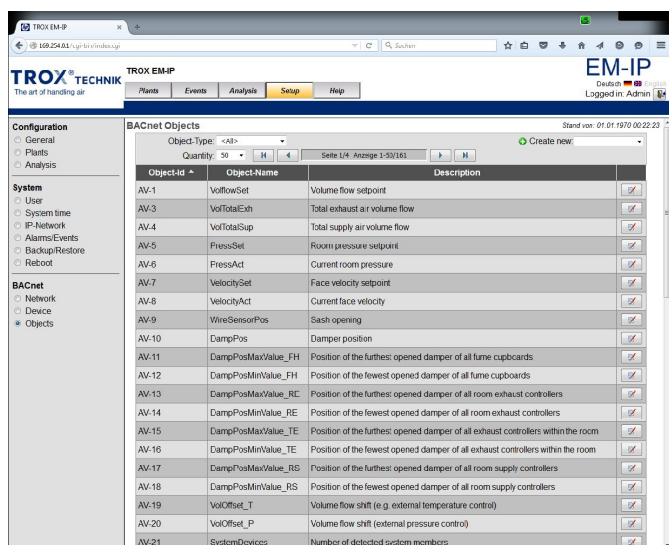

Fig. 40 : Objets BACnet
- ⇒ Le menu « Objets BACnet » (Fig. 40) s'affiche.